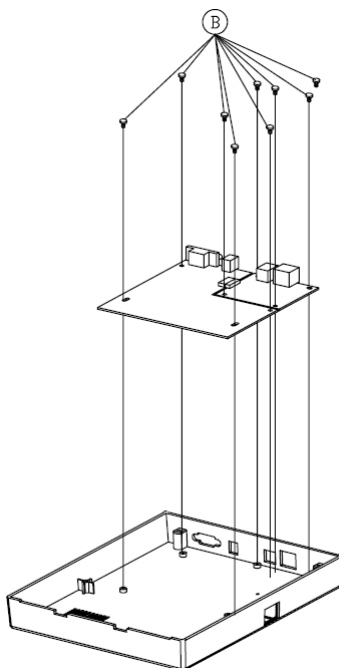

Figura 10.1.3
7. Extraiga los 4 tornillos (B) que sujetan la placa principal (43) por la parte inferior (39). A continuación extraiga la placa principal defectuosa como se muestra en la Figura 10.1.3.